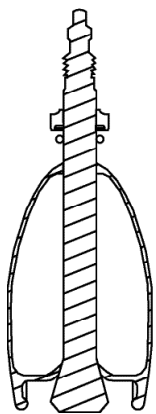

Fig. 1 - A
- Svitare dalla valvola il controdado (fig. 1 - A), avvitato lungo la filettatura principale della valvola.
- Avvitare nuovamente sulla valvola il controdado (fig. 1 - A) precedentemente svitato, in modo da fermare in posizione corretta la valvola rispetto al cerchio.